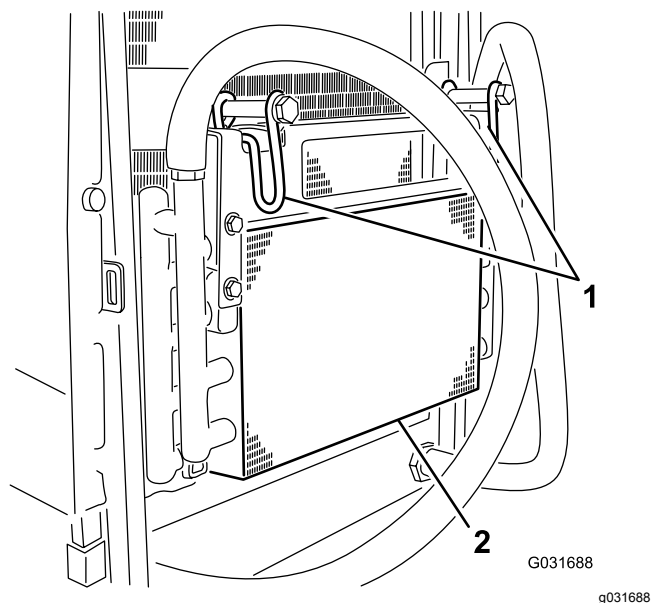

Figure 49
5. Pivotez les verrous vers l'intérieur pour dégager le refroidisseur d'huile (Figure 49).